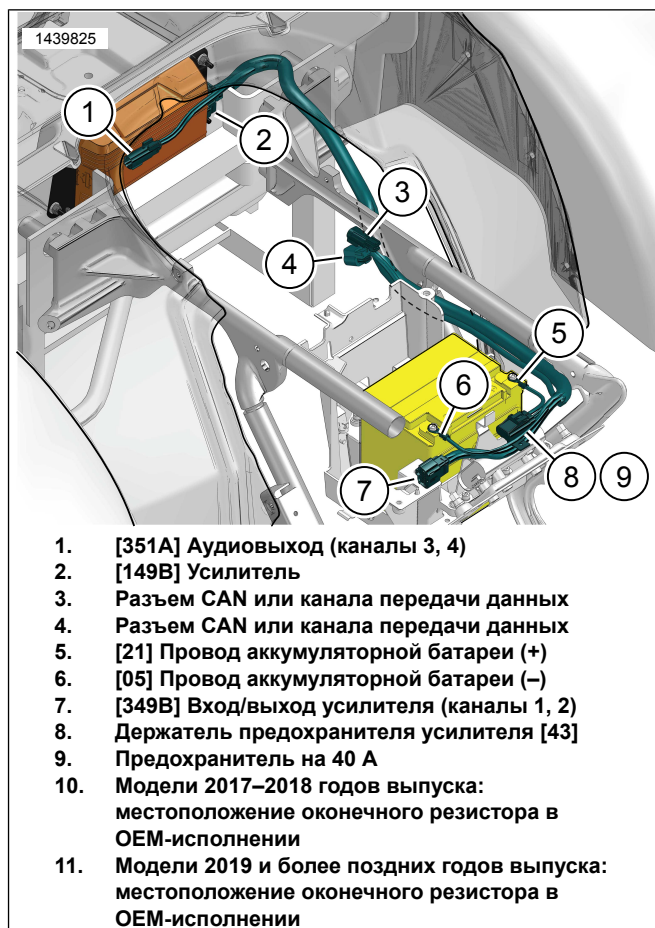

Рисунок 3. Прокладка жгута проводов усилителя
1. См. рис. 3. Подключите разъем [149В] к усилителю
- f. Поместите [91А] (13) из внешнего жгута проводов поверх [91В]. Закрепите стяжками кабеля.
- a. См. рис. 3. Расположите разъем транспортного средства [319А] и крышку оконечного резистора рядом с правой боковой крышкой.
7. См. рис. 3. Проложите позиции 5–9 перед аккумуляторной батареей по направлению к правой боковой крышке.
8. Подсоедините «отрицательный» провод аккумуляторной батареи (6).
9. Подсоедините положительный провод аккумуляторной батареи (5).
10. Закрепите держатель предохранителя усилителя (8) с помощью стяжки кабеля.
11. См. рис. 3. Проложите жгут проводов с разъемом усилителя над левой стороной рамы.